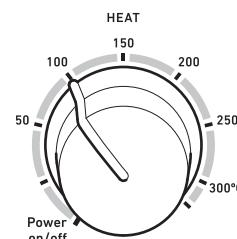

**Abbildung 6**
**Hinweis:** Bei der Verwendung der Keramikkochplatten (UC150, UC151, UC152 und UC152D) bei Temperaturen von über 180°C darf die Grundfläche der verwendeten Utensilien nicht in Kontakt mit der Keramikplatte außerhalb des **Kochbereichs** gelangen, siehe Abbildung 6. Dies dient der Vermeidung von Schäden an der Kochplatte.